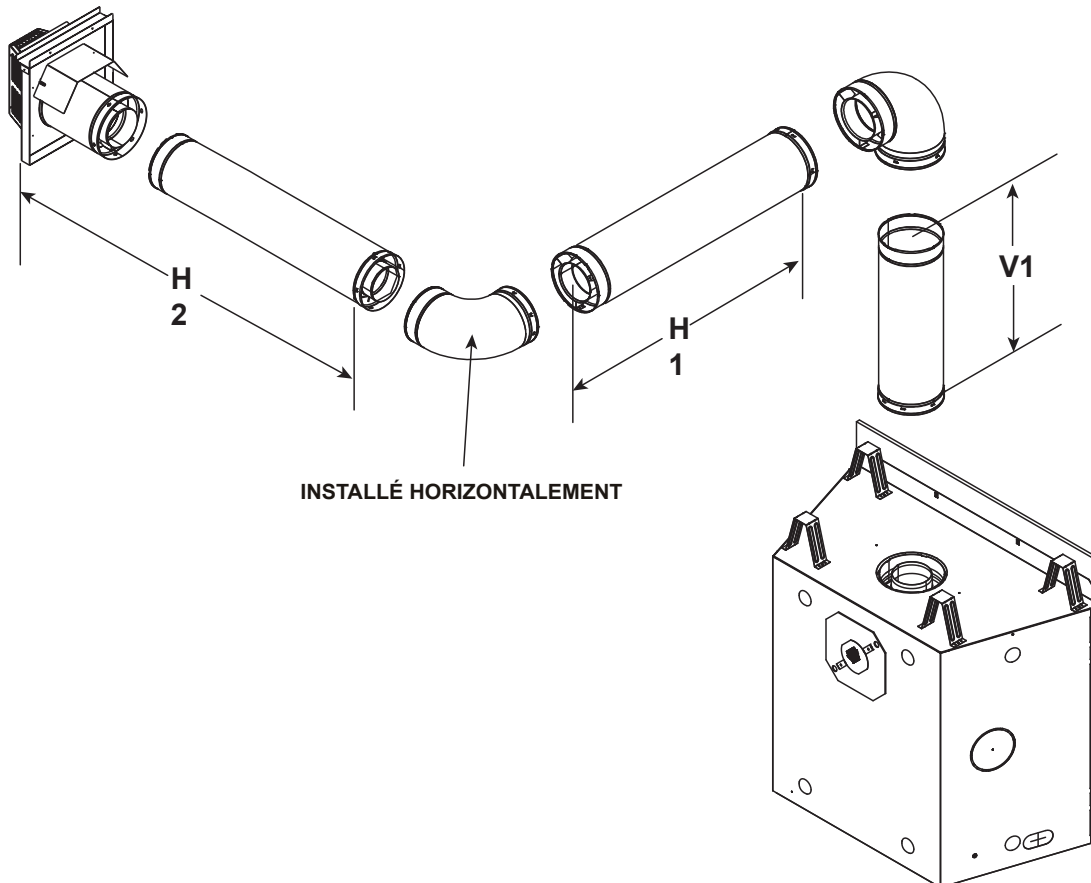

Figure 4.10
- Un maximum de trois coudes de 90° (ou six coudes de 45°) pourraient être utilisés pour toute configuration de conduit d'évacuation. Certains coudes peuvent être installés horizontalement. Pour un exemple, voir la figure 4.10.